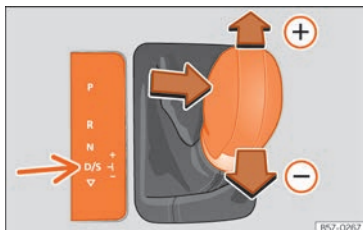

Fig. 248 Console centrale : Changer de vitesses en mode Tiptronic.
- Poussez le levier sélecteur vers l'avant pour passer une vitesse supérieure **»» fig. 248.**